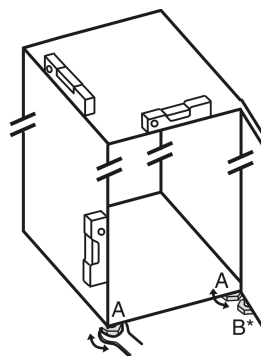

Fig. 51
- ▶ Extrageți prin rotire picioarele reglabile Fig. 51 (A) cu cheia fixă atașată și cu ajutorul unei nivele cu apă, până când aparatul este fix și aliniat plan.
- ▶ Extrageți prin rotire piciorul reglabil Fig. 51 (B) de la suportul de lagăr cu cheia fixă atașată, până când acesta atinge solul.
- ▶ Continuați să rotiți piciorul reglabil Fig. 51 (B) cu 90°.